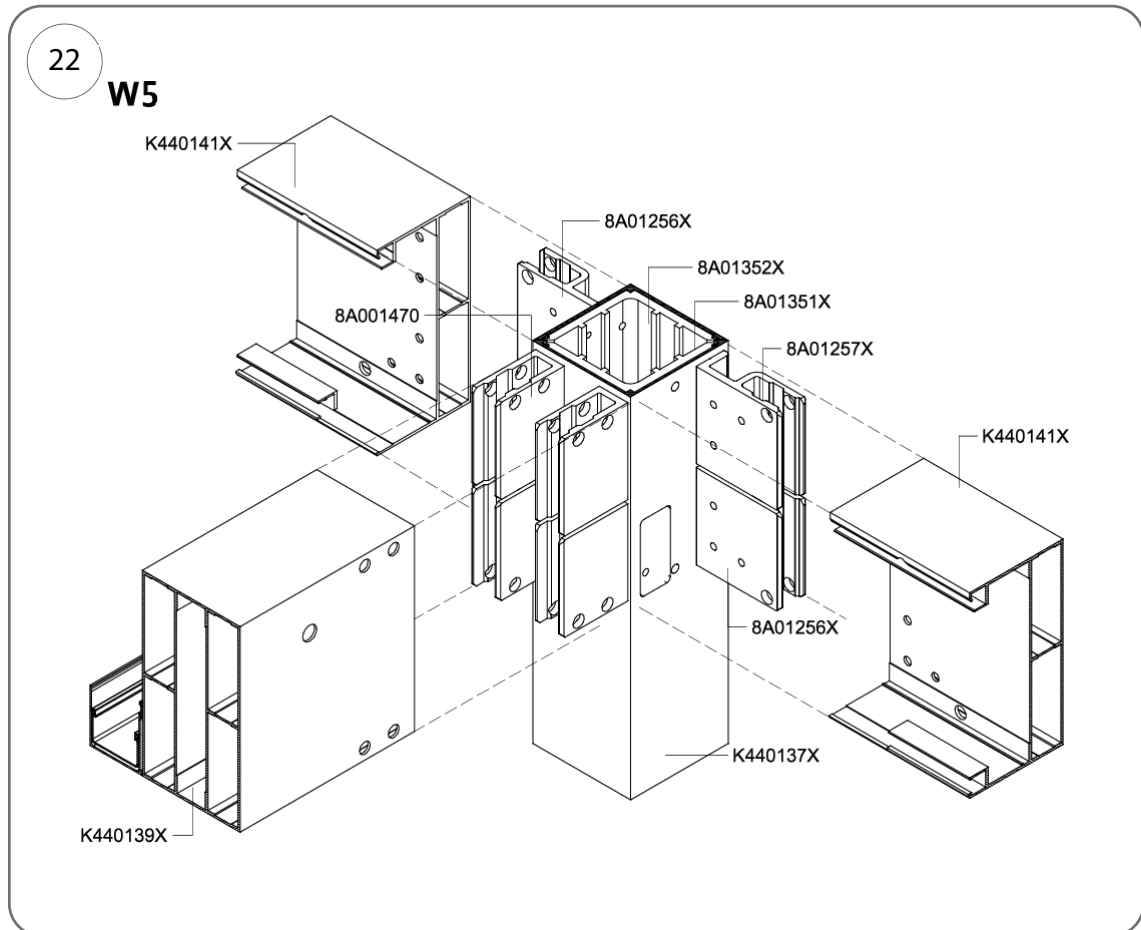

Fig. 22
4. Placez les pannes sur les fixations mises en place conformément aux fig. 22 et 23 pour les relier aux poteaux.